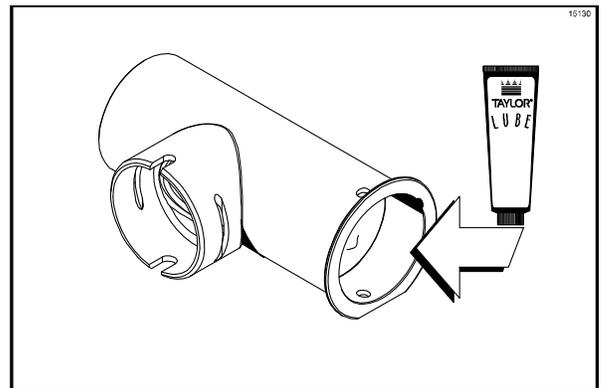

图 145
3. 在泵缸内的固定插锁孔的一端涂抹一薄层润滑油。（见图 145。）